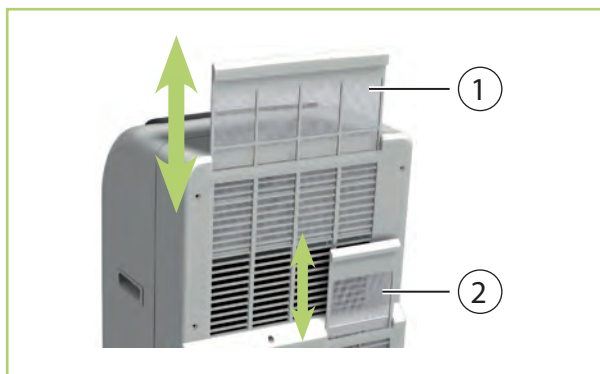

Abb. 15: Filterentnahme
2. ➔ Ziehen Sie den Filter aus dem Gerät (Abb. 15)